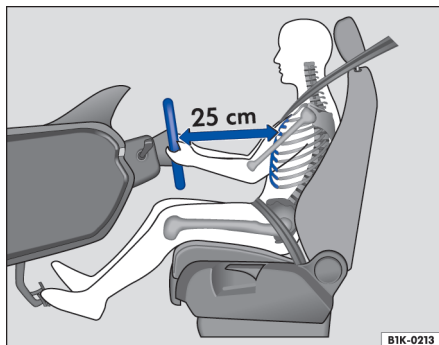

图 31 驾驶员与方向盘之间至少保持为 25 cm 的距离
- 调节方向盘, 使驾驶员胸部与方向盘之间至少保持 25 cm 的距离。→ 图 31